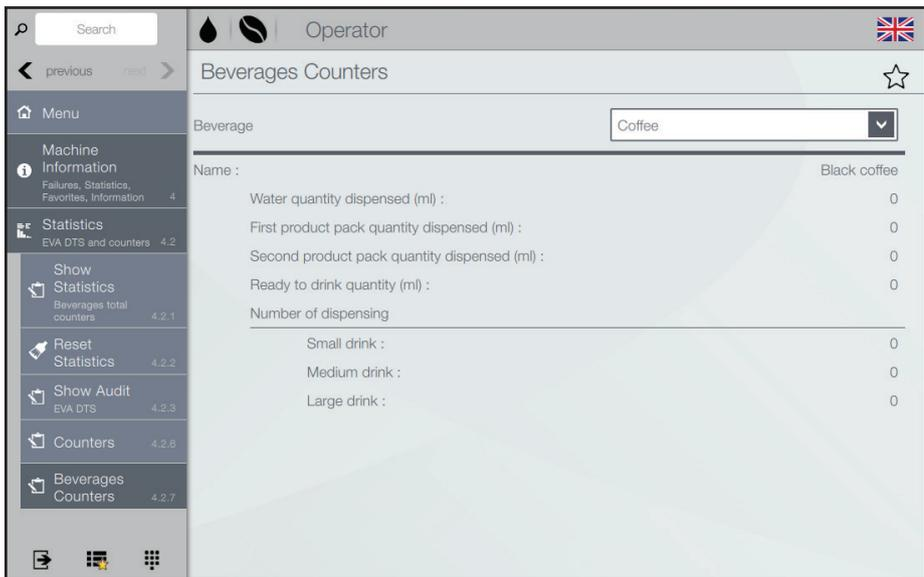

Fig. 6.15- Contatori bevande
- Toccare il menù a tendina "Bevanda" per selezionare la bevanda desiderata (fig. 6.15).